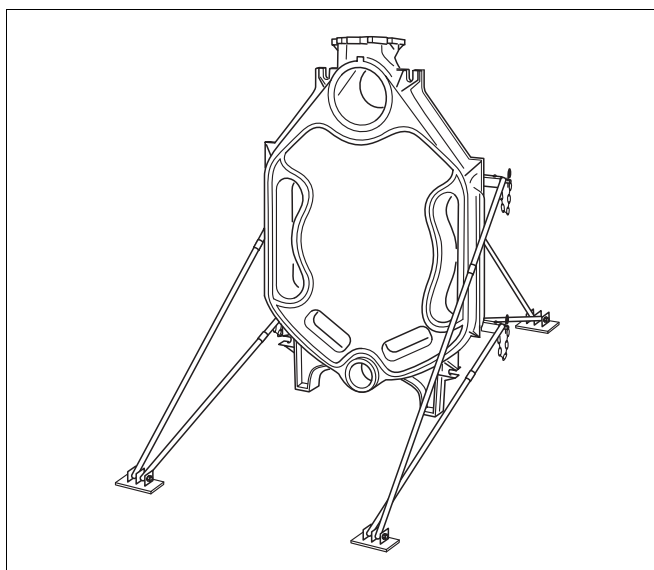
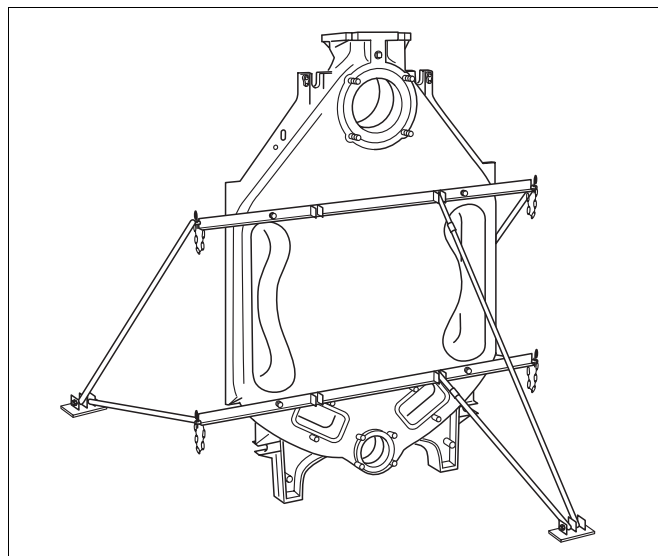

Fig. 9 Element posterior cu setul de montaj montat
Fig. 11 Se fixează setul ajutător de montaj
- Elementul posterior se ridică în poziție verticală și se asigură cu setul ajutător de montaj împotriva răsturnării (vezi fig. 11 și fig. 9 precum și instrucțiunile de montaj separate pentru setul ajutător de montaj).